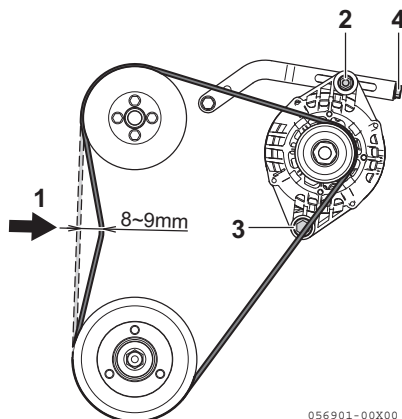

Abbildung 4
2. Überprüfen Sie den Riemen, indem Sie die Mitte des Riemens (**Abbildung 4, (1)**) durchdrücken.
3. Lösen Sie die 3 Schrauben des Generators (**Abbildung 4, (2) (3) (4)**).
4. Drehen Sie die Einstellschraube ein (**Abbildung 4, (4)**) und verstellen Sie den Generator, um die Riemen Spannung passend einzustellen.